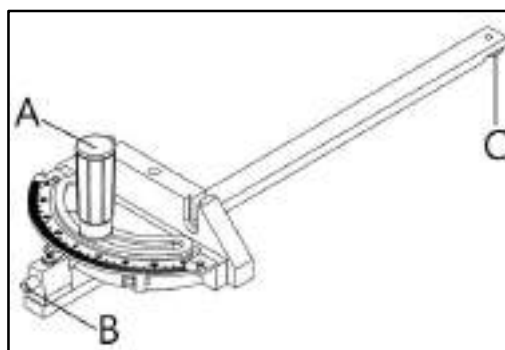

Рисунок 34
- Если пильный диск не будет наклоняться до 90°, поверните (против часовой стрелки) установочный винт В (рис. 34), пока не будет достигнут угол в 90°.
- Если пильный диск не будет наклоняться до 45°, поверните (против часовой стрелки) установочный винт С (рис. 34), расположенный справа от вставки стола, до тех пор, пока пильный диск не будет установлено на 45°.
- Угловой упор, поставляемый со станком, снабжен собственными индикаторами и ограничителями на 0° и 45° влево и вправо и может регулироваться вручную до 60° вправо и влево (рис. 34).